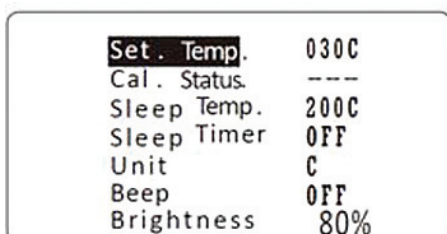

Рис. 5
- 6.3.1. Когда в строке статуса появится «----»(рис. 5), это показывает, что температура не была откалибрована.